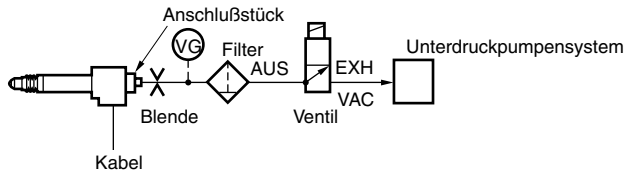
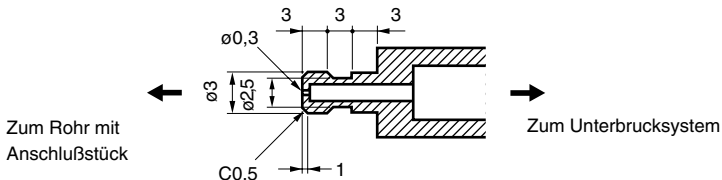

Abb. 1 Druckluftsystem
Abb. 2 Maße der Blende
- Für den Betrieb das Meßgeräts DG805BLM/DG805BLE, DG810BLM/DG810BLE, mit einer Unterdruckpumpe ist das Druckluftsystem entsprechend Abb.1 anzuordnen. Der optimale Druck liegt bei 40 bis 66.7 kPa. Darüber hinaus ist eine Blende (siehe Abb. 2) am vom Drucklufttheberanschluß kommenden Rohr anzubringen, um die Luftansaug- und ausstoßgeschwindigkeit zu steuern. Der Meßfühler wird beim Luftausstoß zur Unterdruckpumpe gehoben.